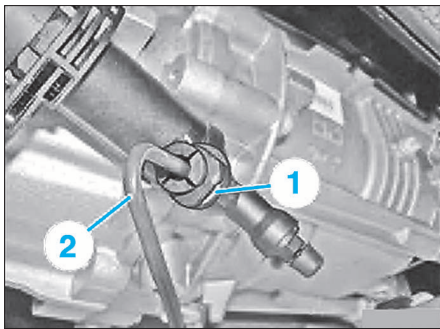

FIG. 24
- Déverrouiller l'agrafe en (1) (Fig.24).